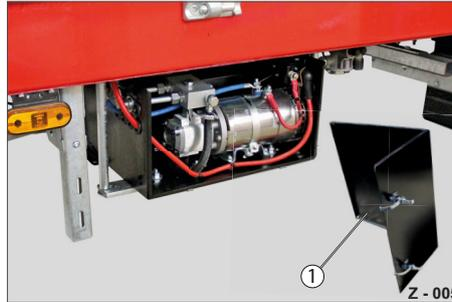

Abb. 5 Aggregat geöffnet
- ▶ Entfernen Sie die Abdeckung (Abb. 5/1).